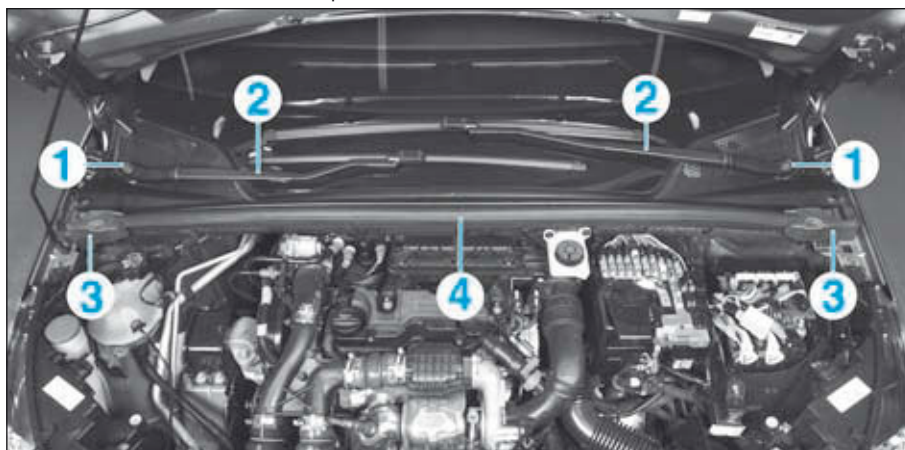
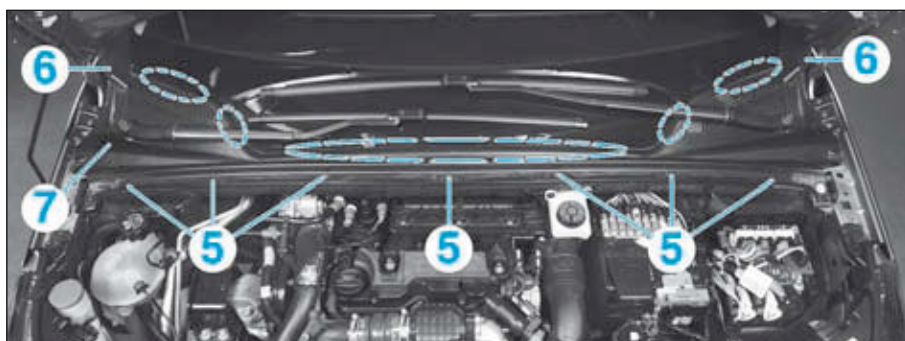

FIG.63
FIG.64
- Déposer (Fig.63) :
- les écrous (1),
- les bras d'essuie-vitre (2),
- les insonorisants (3),
- le joint (4).
- Déposer les vis (5) (Fig.64).
- Dégager la partie inférieure des garnitures de montant de baie de pare-brise (6).
- Dégrafer et déposer la grille d'auvent (7).